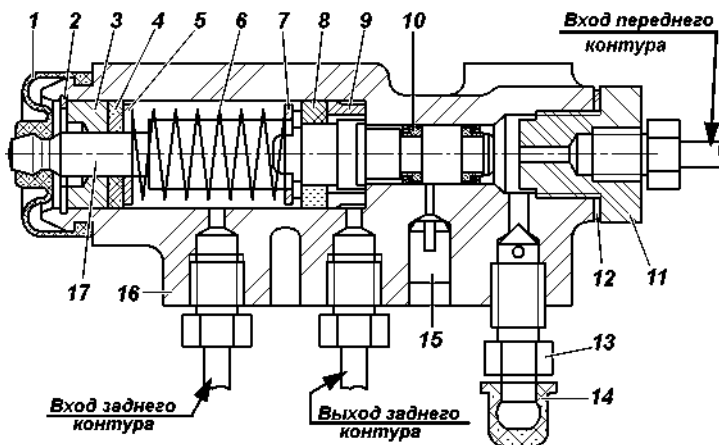
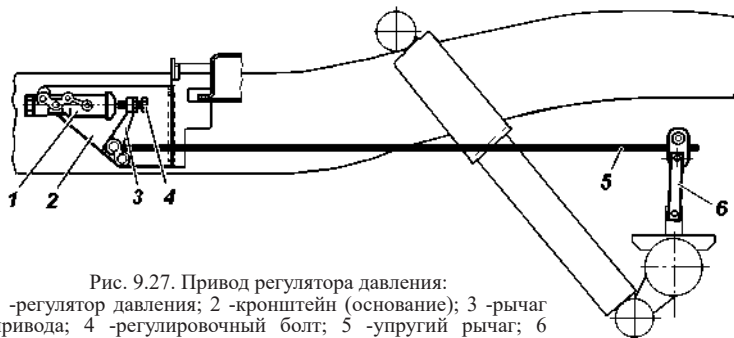

Рис. 9.26. Регулятор давления:
Рис. 9.27. Привод регулятора давления:
Регулятор давления (рис. 9.26). На автомобилях, не оснащенных антиблокировочной системой тормозов, устанавливается механический регулятор давления, действующий на задние тормоза, который обеспечивает оптимальное распределение тормозных сил по осям автомобиля и не допускает опережающую блокировку задних колес. При обслуживании проверяйте работоспособность регулятора давления. Очищайте
В процессе эксплуатации и при замене задних рессор необходимо регулировать усилие упругого рычага 5 (рис. 9.27) на поршень регулятора. Регулировку производить в следующей последовательности:
3. Завернуть болт 4 (рис. 9.27) до соприкосновения его с хвостовиком поршня 17 (рис. 9.26) регулятора, повернув регулировочный болт на $1...1\frac{1}{3}$ оборот (6-8 граней головки болта).
автомобиль до блокировки колес. При исправном регуляторе и правильно выполненной регулировке привода должно быть некоторое опережение блокировки передних колес относительно задних. В случае опережающей блокировки задних колес дополнительно отвернуть болт 4 (рис. 9.27) на 1-2 грани головки болта и повторить проверку при движении автомобиля.